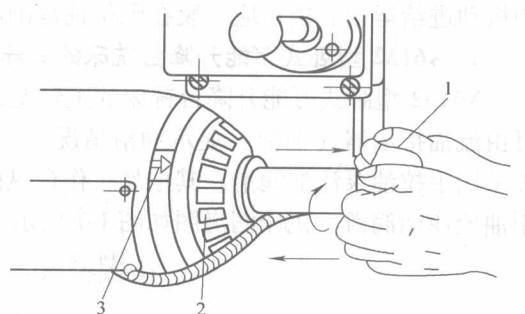

图1-4 进给变速操作
(4) 进给变速操作 变换进给速度时如图1-4所示，向外拉出变速手柄1，然后转动手柄，带动速度盘2旋转，当所需要的进给速度值对准指针3后，将变速手柄推回到原位，进给变速操作即完毕。按动起动按钮，使主轴回转，再扳动自动进给操纵手柄，工作台就接选定的进给速度做自动进给运动。